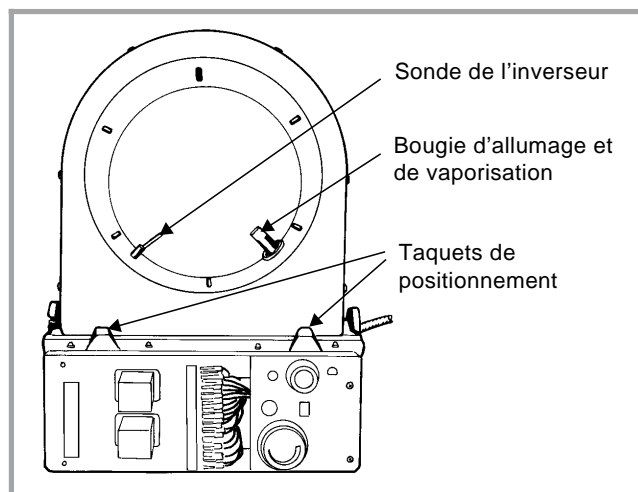

Fig. 15 - Vue de dessus du brûleur
12 Taquets de positionnement (mise de niveau)(fig. 15)
13 Bougie d'allumage et de vaporisation du fioul (fig. 15)
- vérifier le niveau du brûleur à l'aide d'un niveau à bulle placé sur les taquets de positionnement (fig. 15). Le brûleur doit être légèrement incliné vers la droite (côté bougie d'allumage). Si nécessaire rectifier le niveau en plaçant des cales sous les pieds de la chaudière.